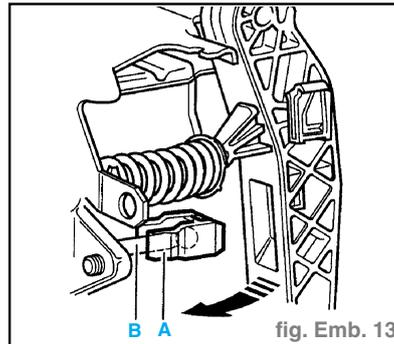

fig. Emb. 13
- l'attache (A) doit se trouver sur la tringlerie d'actionnement (B) du cylindre transmetteur (fig. Emb. 13),